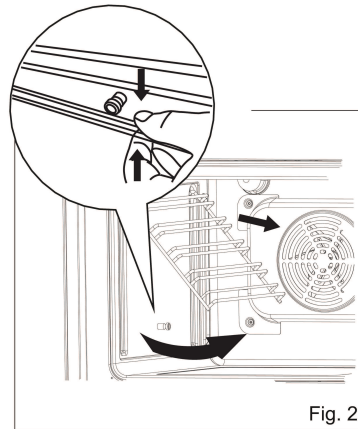

Fig. 2
- Eihängegitter unterhalb der rechten bzw. linken seitlichen Halterung leicht nach unten drücken, seitwärts nach innen schwenken und aushängen (siehe Fig. 2).